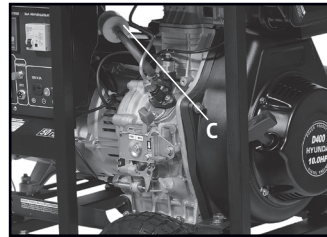

Рис. 17
- Этот фильтр (рис.17, С) необходимо заменять по мере его загрязнения, через 300 часов работы генератора, но не реже чем раза в год.